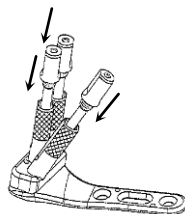

図3
- 3) セットアップした遠位ドリルスリーブ (S) に、遠位ガイドピンスリーブ (S) を組み付けます。（図3）